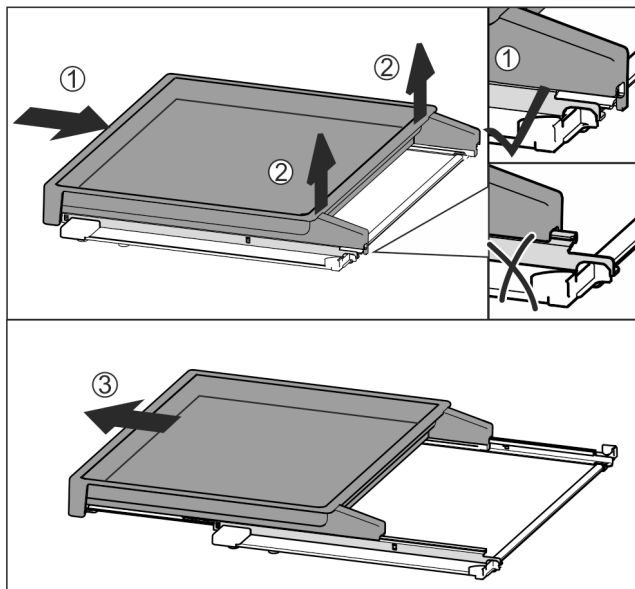

Fig. 40
- Wsunąć całkowicie wysuwaną półkę Fig. 40 (1).
- Zwolnić zatrzask po tylnej stronie Fig. 40 (2).
- Wyjąć wysuwaną półkę do przodu Fig. 40 (3).